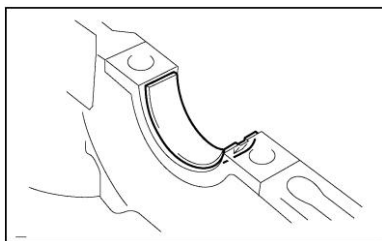

Рисунок II-204
2) Снимите 5 нижних вкладышей подшипников коленчатого вала из нижней части корпуса. ((см. Рисунок II-204)